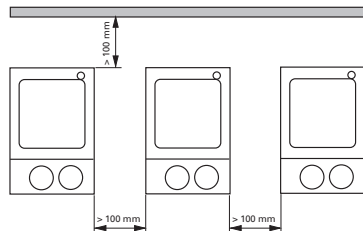

Fig. 2
- Respectez les écarts minimum (comme dans des Fig. 2 représenté) entre les appareils, entre l'appareil et le mur au-dessus de la structure (800mm au moins).